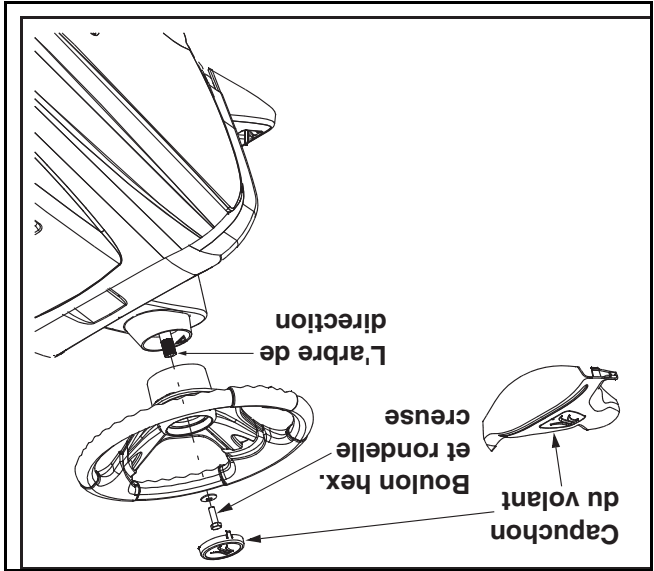

Figure 2
REMARQUE: Il y a deux styles de capuchon de volant. Voir la Figure 2. Les styles varient par le modèle.
- Positionnez le capuchon du volant au milieu du volant et appuyez à la main. Voir la Figure 2.